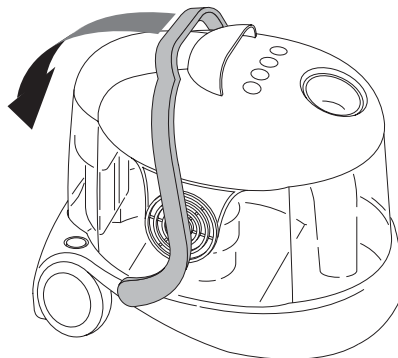

fig. 1
- Abaisser complètement la poignée de blocage de l'unité T (fig. 1).